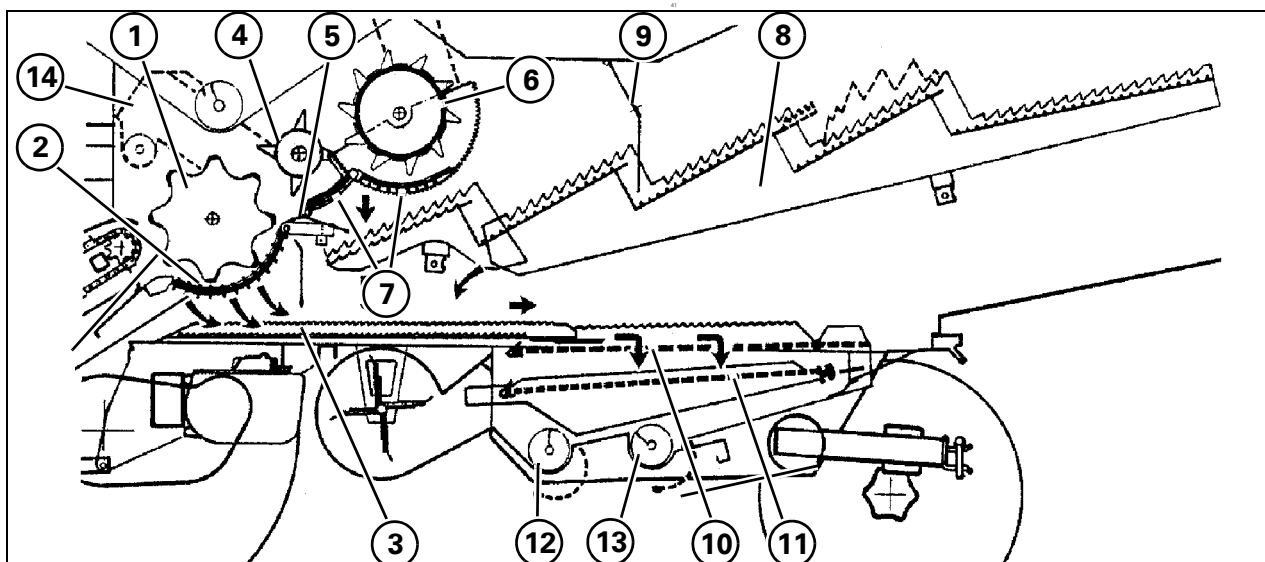
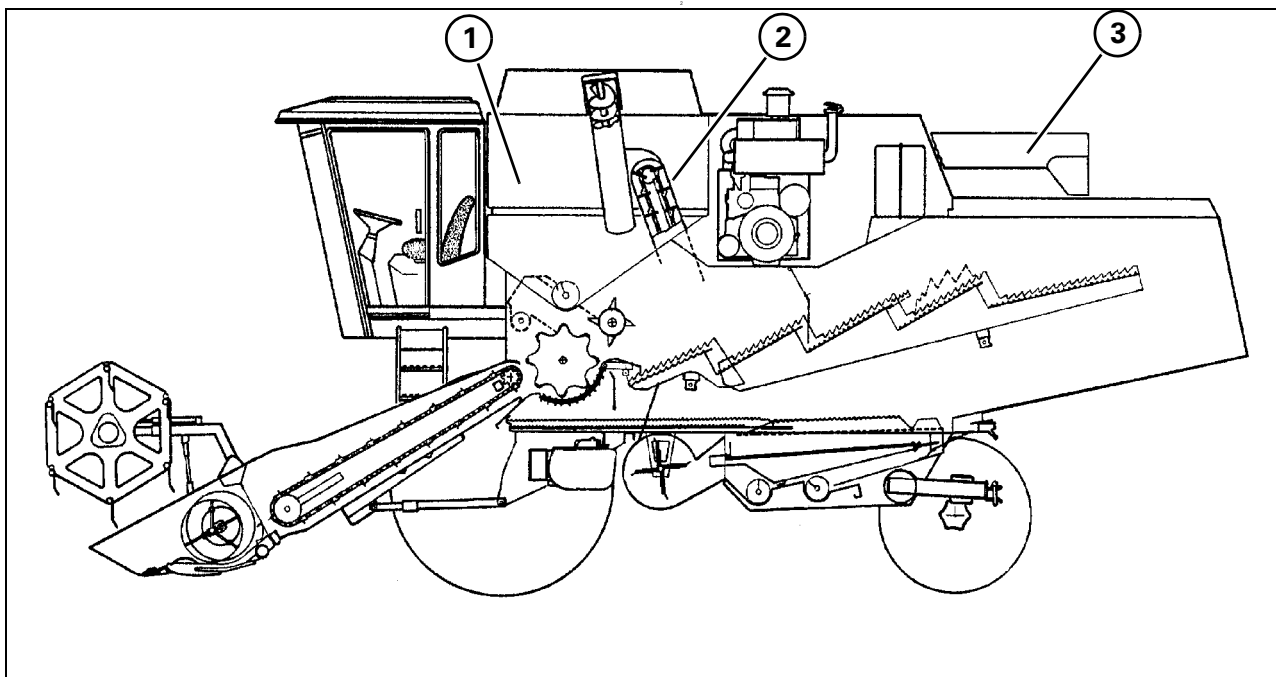

Рис. 3
Рис. 4
2. Обмолот - Рис. 3
3. Сепарация - Рис. 3
4. Очистка - Рис. 3 и Рис. 4
Зерна проходят через нижнее решето (11), подаются поперечным шнеком (12) на транспортер (2 - Рис. 4), затем поступают в зерновой бункер.
5. Хранение и разгрузка зерна - Рис. 4